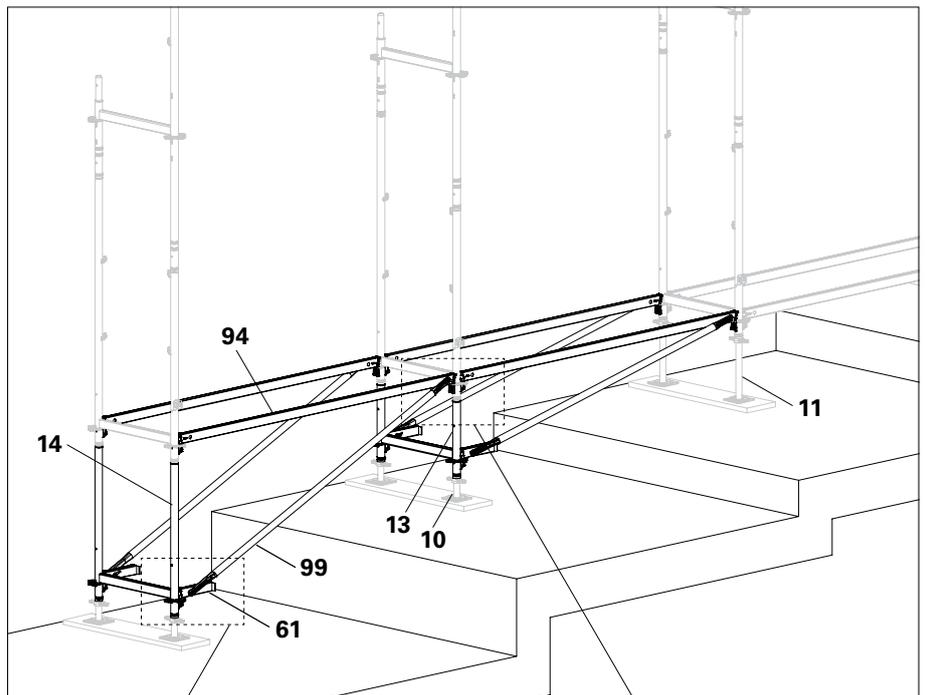

Abb. B1.02
Bei geneigtem Gelände oder Höhengsprüngen das Gerüst mit Basisausgleich EVA 50 (13) oder EVA 100 (14) an den Geländeverlauf anpassen (siehe Abb. B1.02, nächste Seite).
1. In die Rosetten der Basisrahmen EVB Horizontalriegel UH Plus (94) montieren.
2. An den  $\frac{3}{4}$ -Rosetten des Basisausgleichs EVA (13/14) Auflagen UC 33 (61) montieren. Keile festschlagen. (Abb. B1.02)